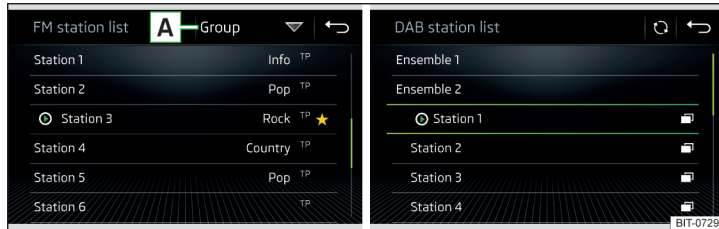

Abb. 190 Beispiel der Liste verfügbarer FM/DAB-Sender
- Zur **Sortierung** (FM) der Sender in alphabetischer Reihenfolge, laut Gruppe oder Genre, die Funktionsfläche [A] » Abb. 190 antippen » [!].
- Zur **Filterung** der Sender nach dem Programmtyp (bspw. Kultur, Musik, Sport u. Ä.) in der FM-Senderliste (bei eingeschalteter RDS-Funktion) und der DAB-Senderliste (bei gewählter alphabetischer Sortierung der Senderliste) die Funktionsfläche [A] » Abb. 190 antippen.
- Zur **manuellen** Aktualisierung die Funktionsfläche ☰ » Abb. 190 antippen.